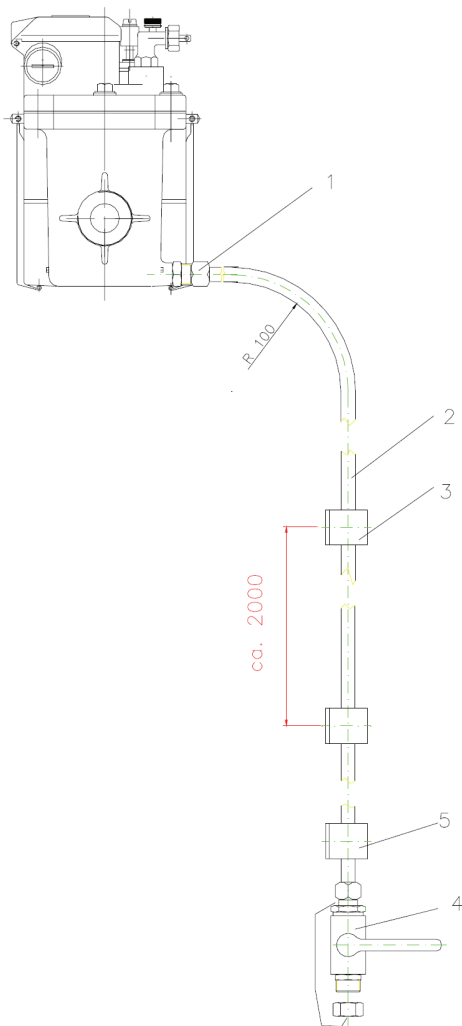
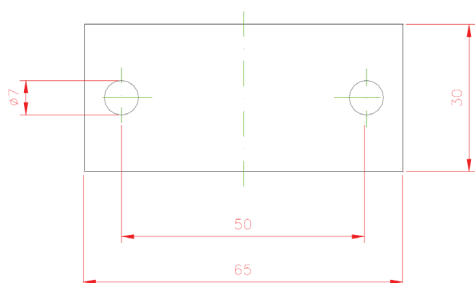

Figure 1 - Conception de l'appareil extracteur d'huile ZG 6.1.
Figure 2 - Schéma des trous à percer pour les colliers
Le bouchon de vidange d'huile M12x1,5 sera remplacé par un mamelon double (**figure 1/numéro1**) qui est vissé sur le relais Buchholz. La canalisation (**fig. 1/2**) raccordée sur ce mamelon sera cheminée au robinet de vidange d'huile (**fig. 1/4**) qui doit être placé par l'utilisateur à un endroit convenable sur le transformateur. Il est utile d'attacher la canalisation à des intervalles d'environ 2 m au moyen des colliers de serrage (**fig. 1/3**) inclus dans les fournitures. Le premier collier (**fig. 1/5**) doit être placé aussi près que possible au-dessus du robinet de vidange d'huile prémonté.
- Visser le mamelon double (**fig. 2/1**) avec sa bague torique 12x2 comme élément d'étanchéité.
- Etirer et plier la canalisation en cuivre (**fig. 2/2**) fournie en fonction des conditions locales. Prévoir pour les sections « horizontales » une inclinaison d'au moins 15°.
- Raccorder la canalisation (**fig. 2/2**) au mamelon double (**fig. 2/1**) :
- Attacher le tube au transformateur conformément à la **figure 1** en utilisant un collier de serrage. Pour le schéma des trous à percer pour les colliers, se conformer à la **figure 2**.
Pour assurer la stabilité de l'appareil extracteur d'huile, placer le collier de serrage le plus bas comme indiqué sur la figure 1.